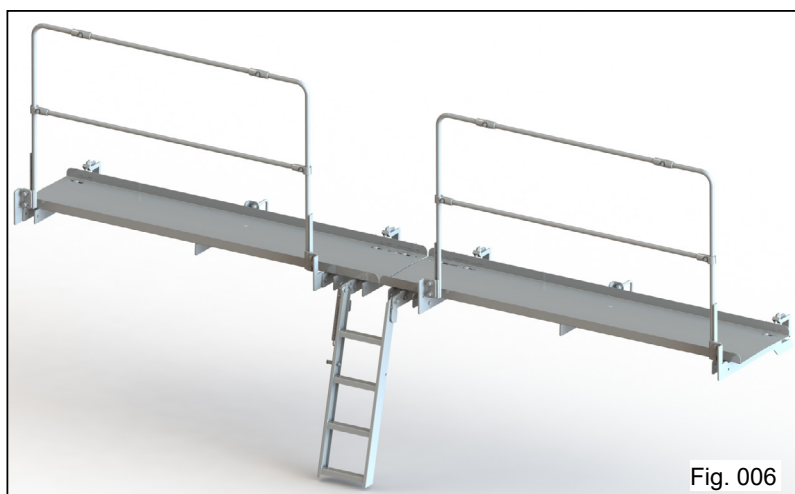

Fig. 006
- Corrimões laterais e traseiro da plataforma para maior segurança do operador (Fig. 006);